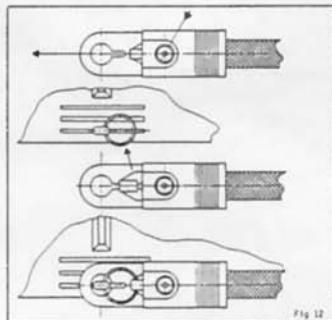

fig. 12
- En appuyant, avec la pointe d'un stylo par exemple, sur le bouton métallique de l'agrafe de la courroie, tirez sur le mousqueton métallique (fig.12 - rep.23)